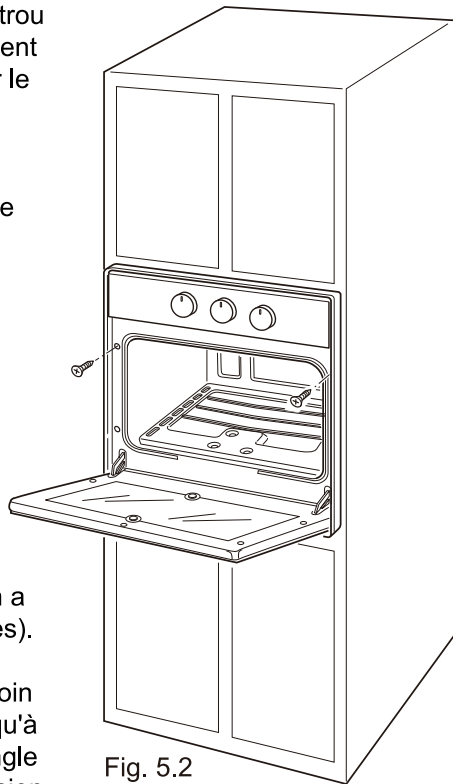

Fig. 5.2
Considérations De Sécurité Le four devrait être fixé à l'armoire avec deux (2) petites vis (fourni avec l'unité) à travers le bord du trou (voir fig. 5.2). L'unité doit être correctement aplatie avant qu'elle ne soit faite fixé sur le placard.